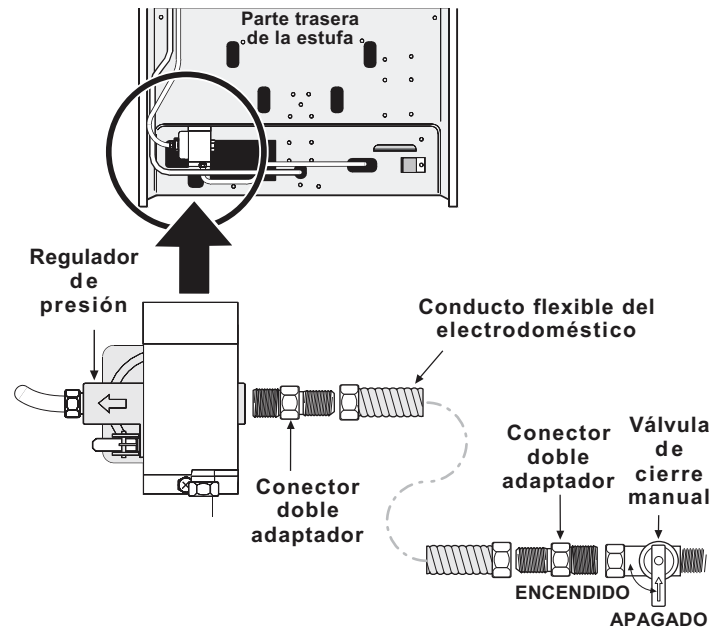

Fig. 8 - conexiones al suministro de gas
- Instale una válvula externa de cierre manual del suministro de gas en un lugar de fácil acceso fuera de la estufa. Asegúrese de saber cómo y dónde cerrar el suministro de gas de la estufa (vea la Fig. 8).
- Instale un adaptador de unión curva de 1/2" al regulador de gas usando no más de 15 pies/libra de par (torsión) (consulte la Fig. 8).
- d. Instale un adaptador de unión acampanada a la válvula externa de cierre manual (vea la Fig. 8).
- e. Ajuste el conducto flexible del artefacto al adaptador de la unión acampanada en la válvula de cierre (vea la Fig. 8).